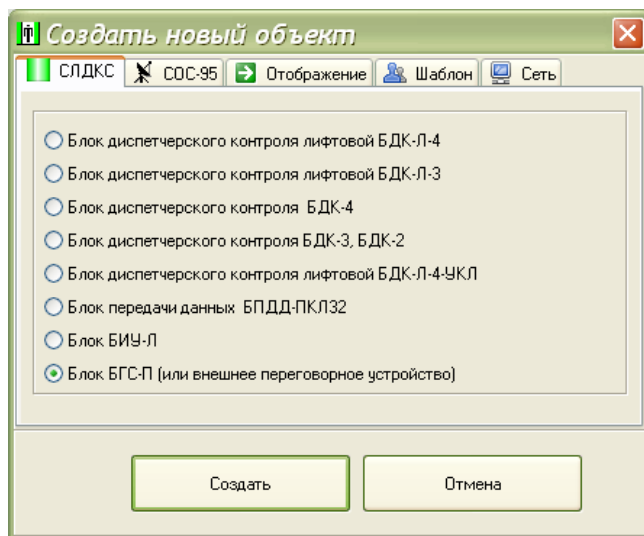

Рисунок 13
1) Создать на карте лифтов объект БГС-ПМ. В контекстном меню выбрать пункт «Создать новый объект», на вкладке «СЛДКС» выбрать блок БГС-П (рисунок 13).